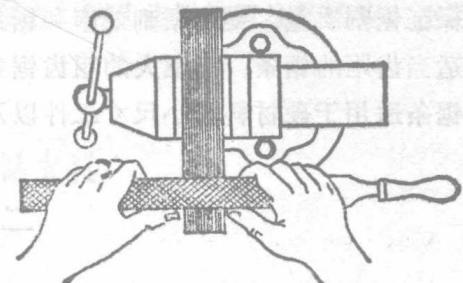

图 1-13 推锉
**3. 推锉** 当工件表面已锉平、加工余量很小时，为了提高表面光洁度和修正尺寸，可用推锉方法，见图1-13。